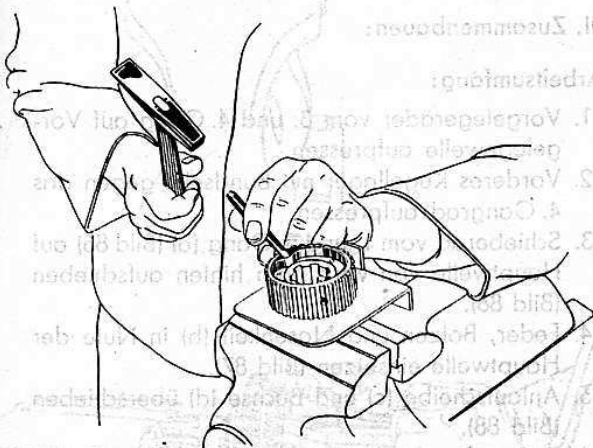

Bild 78
9. Mitnehmerring mit Meißel aus Gleichlaufkörper herausschlagen (Bild 78).